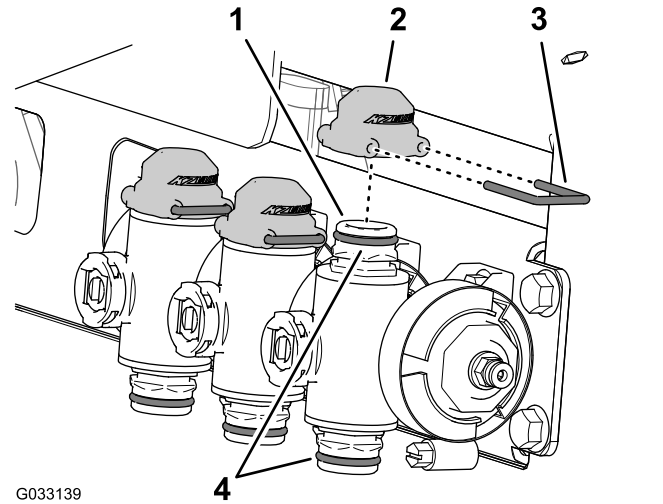

Figura 58
3. Lubrique las juntas tóricas superiores e inferiores en el acoplamiento rápido del distribuidor con la grasa proporcionada con el tapón del acoplamiento rápido (Figura 58).
4. Monte los 3 tapones en los acoplamientos rápidos de los 3 distribuidores (Figura 58).
- Sujete los 3 tapones a los 3 acoplamientos rápidos con las 3 horquillas de retención (Figura 58).